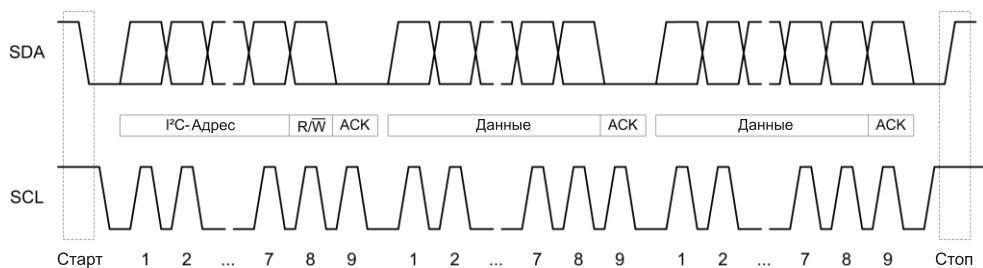

Рис. 13.1. Последовательность передачи по шине I²C
указание направления передачи данных осуществляется посредством последнего бита чтения/записи в переданном байте адреса. При установке этого бита на высокий логический уровень данные должны считываться из ведомого устройства (R). Если же данные должны передаваться на ведомое устройство, то бит устанавливается на низкий уровень (\overline{W}). Когда ведомое устройство, декодировав адрес, определяет, что было обращение именно к нему, то оно подтверждает правильное получение адреса, передавая следующий бит подтверждения ACK (Acknowledge) низкого логического уровня (ACK = 0). Затем в большинстве случаев в микросхему передается внутренний адрес того или иного регистра. После этого передаются данные, которые должны быть записаны в указанный регистр, или наоборот считаются из этого регистра. На рис. 13.1 представлен пример последовательности передачи.